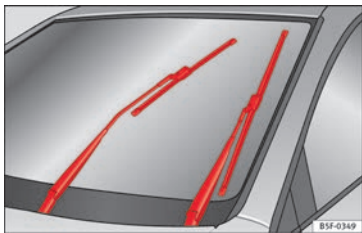

Fig. 71 Limpiaparabrisas en posición de servicio.
- Conecte y desconecte el encendido y a continuación (antes de aproximadamente 9 segundos) desplace la palanca del limpiaparabrisas hacia abajo (barrido breve). Las escobillas se desplazan hasta la posición de servicio » **fig. 71**.